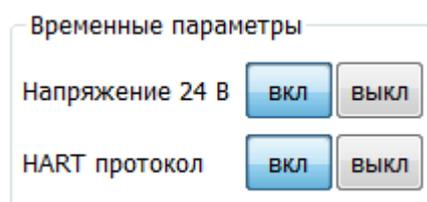

Рис.10 Настройка временных параметров для активации HART протокола
- на вкладке «**Настройки прибора**» в группе «**Временные параметры**» нажать кнопки «**вкл**» в строке параметров «**Напряжение 24 В**» и «**HART протокол**» (Рис.10);